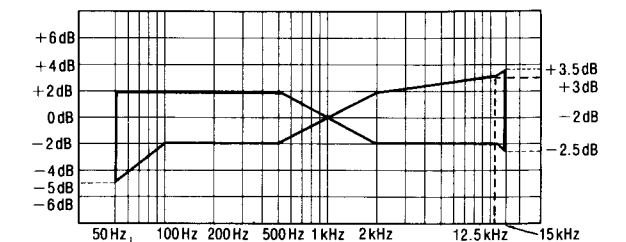

Fig. 9
- Reproducir la señal grabada y asegurarse de que esté dentro de la gama mostrada en la Fig. 9 en comparación con la frecuencia de referencia (1 kHz).